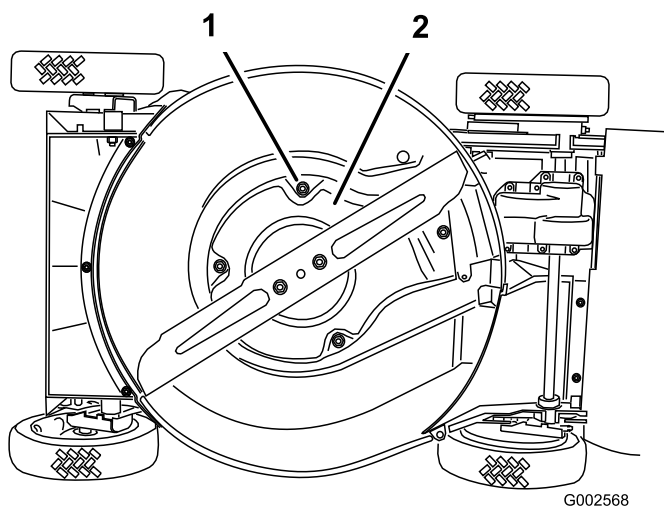

Figure 36
- Enlevez les 4 vis de fixation de la protection (Figure 36).